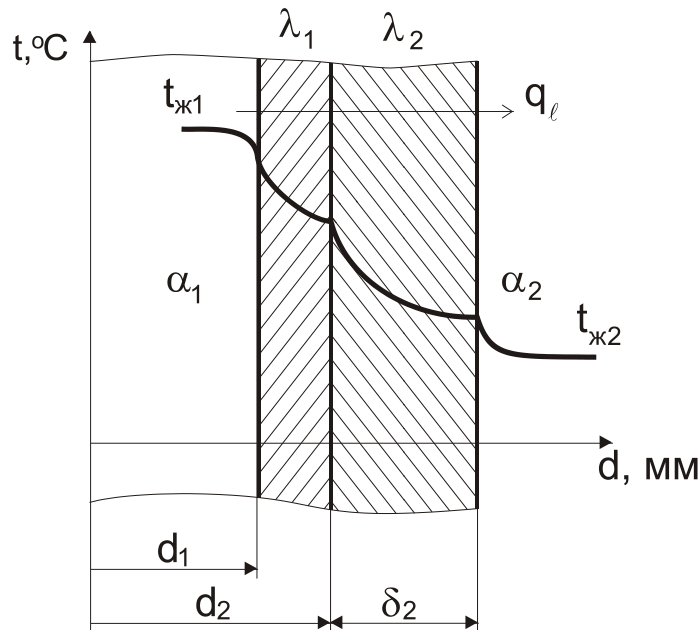

Рис. 2.17
**2.58.** Трубопровод диаметром  $d_1/d_2 = 44/51$  мм, по которому течет масло, покрыт слоем бетона, толщиной  $\delta_2 = 80$  мм (рис. 2.17). Коэффициент теплопроводности материала трубо-